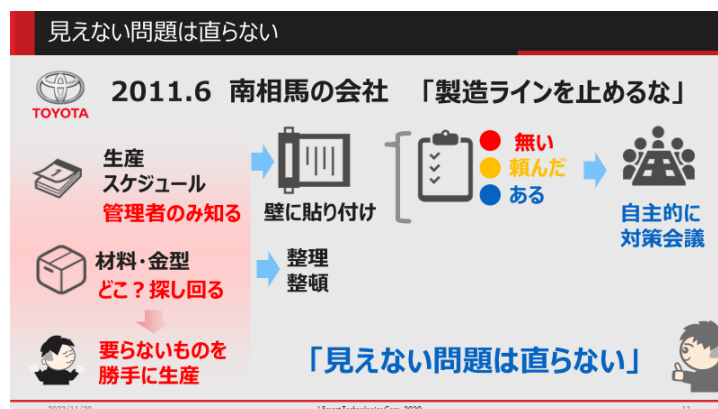

図 2.6 見えない問題は直らない
ですが、何もしないわけにはいかないのでとりあえず手近にある材料と金型を使って作れるものを作っていました。原材料が見つからない（実際はあったとしても）前工程にオーダーするため、余計に原材料があふれ見つけにくくなります。結果として不要な原材料と完成品はたくさんあるけど必要な原材料と完成品は無い、ということになっていました。必要なものを必要なだけ作るために ①材料と金型の置き場所の整理と明示 ②原材料の保管用冷蔵庫の中身の明示 ③生産スケジュールの共有（巨大な紙による貼りだし） ④原材料と金型の準備状況（=問題点）の見える化を行いました(図 2.6)。